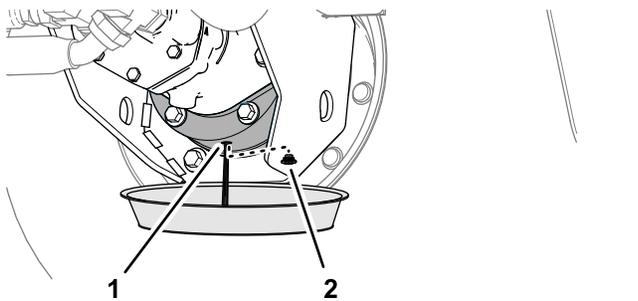

Рисунок 90
6. Установите сливной поддон под корпус тормоза, снимите пробку сливного отверстия и дайте маслу полностью стечь (Рисунок 90).